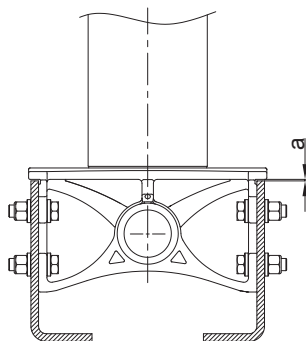

Imagen 21 - La brecha entre el soporte del chasis y el chasis
- Tenga en cuenta el espacio libre de 1 mm (una dimensión) entre el chasis y los soportes (Imagen 21).